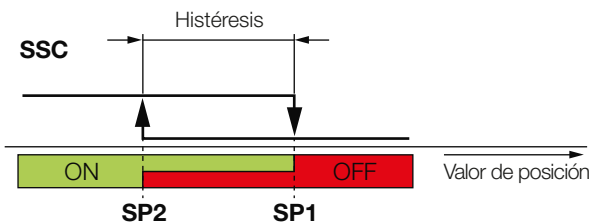

Fig. 6-3: Ejemplo para la detección de presencia en el modo de dos puntos
- Modo de dos puntos (*two-points mode*, Fig. 6-3): valor: 3